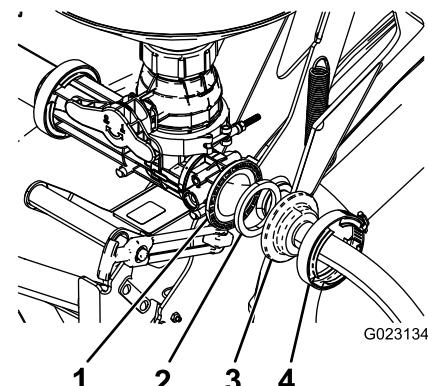

Bild 18
4. Befestigen Sie das Ende des Zulaufschlauchs ohne Schott mit einer Dichtung und einer Schlauchklemme an der hinteren Öffnung des Ejektorventils (Bild 18).